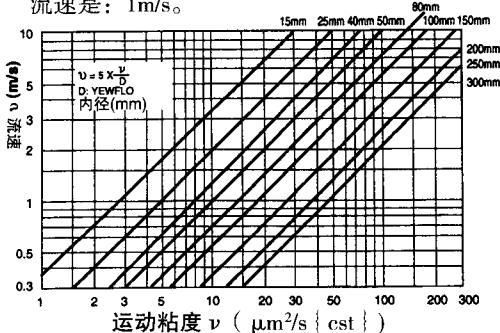

图 2.5.1 雷诺数为 5000 (液体) 时的流速
150 ~ 300 mm	"从表 2.5.1 中求得的流速" 或 "雷诺数为 40000 时的流速", 二者取较大者。 液体雷诺数为 40000 时的流速, 其值是图 2.5.1 中所示流速的 8 倍。
求运动粘度: 用方程式 (2)。当口径为 50mm, 运动粘度是 10cSt 时, 由图 2.5.1 中求得雷诺数为 5000 时的流速是: 1m/s。